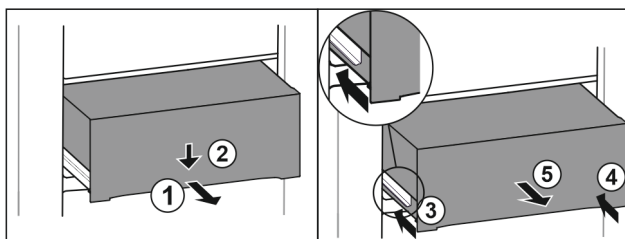

Fig. 91
- Vytiahnite zásuvku do polovice. Fig. 91 (1)
- Zatláčajte zásuvku na prednej strane smerom nadol. Fig. 91 (2)
- Zasuňte ľavú koľajničku o cca 2 cm. Fig. 91 (3)
- Zasuňte pravú koľajničku o cca 2 cm. Fig. 91 (4)
- Odoberte zásuvku dopredu. Fig. 91 (5)